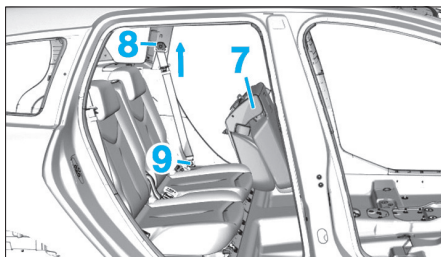

Fig. 77
- Rabattre le siège arrière (7) (Fig.77).
- Dégrafer les caches (8) et (9)